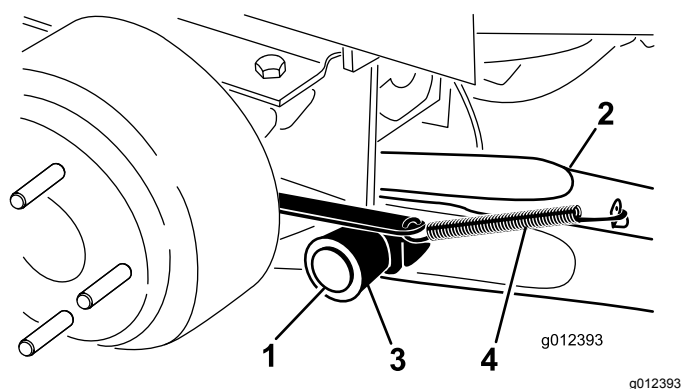

Figure 3
4. Montez un bras de levage sur le support de pivot avec un axe de pivot et une goupille fendue (Figure 3). Installez le bras de levage avec le coude placé vers l'extérieur.
5. Accrochez le ressort de rappel de frein à la patte du bras de levage (Figure 3).